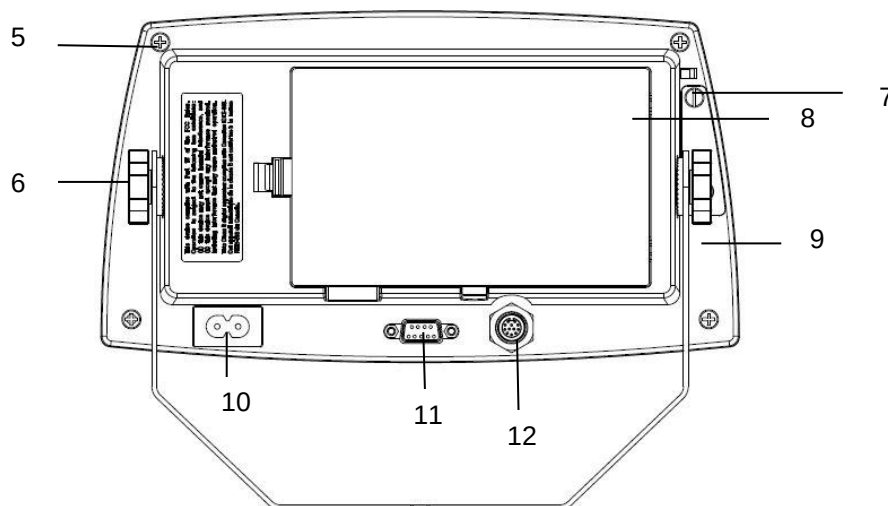

Abbildung 1-1 TD52P-Anzeige
Ohaus-Sockel mit einem Stecker können an den externen Wiegezellenanschluss angeschlossen werden (Abbildung 1-1, Punkt 12). Stecken Sie den Sockelstecker mit dem externen Wiegezellenstecker ein, um die Verbindung vorzunehmen. Drehen Sie anschließend den Verschlussring des Sockelsteckers im Uhrzeigersinn. Für Informationen zu Sockeln ohne Stecker, siehe Abschnitt 2.3.2.
Schließen Sie das optionale RS232-Kabel an den RS232-Anschluss an (Abbildung 1-1, Position 11).
Schließen Sie das Wechselstromnetz kabel (mitgeliefert) an die Netzsteckdose an (Abbildung 1-1, Objekt 10) und schließen Sie den Wechselstromnetzstecker an einen elektrischen Anschluss an.
3. Entfernen Sie den Metallanschluss (Abbildung 1-1, Element 12) vom hinteren Gehäuse (grüner Kreis)